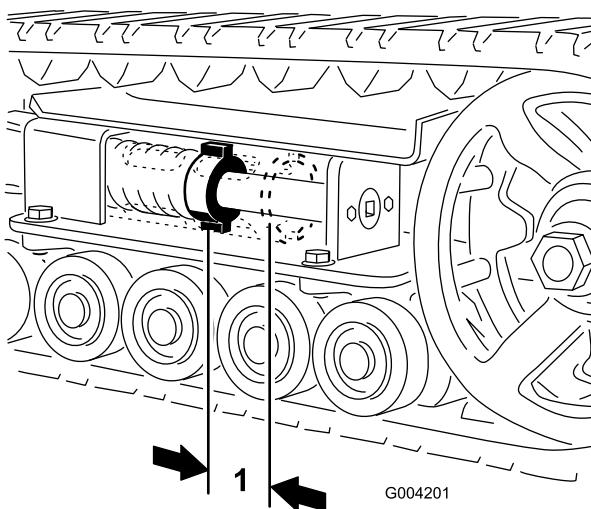
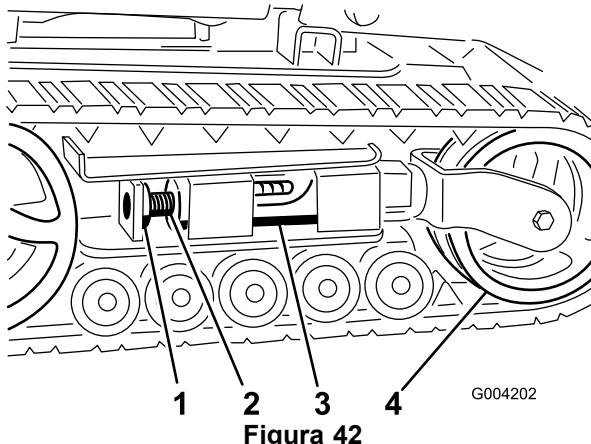
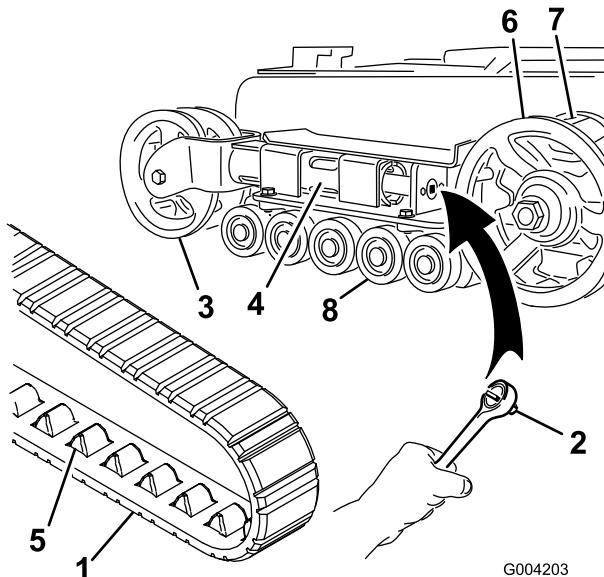
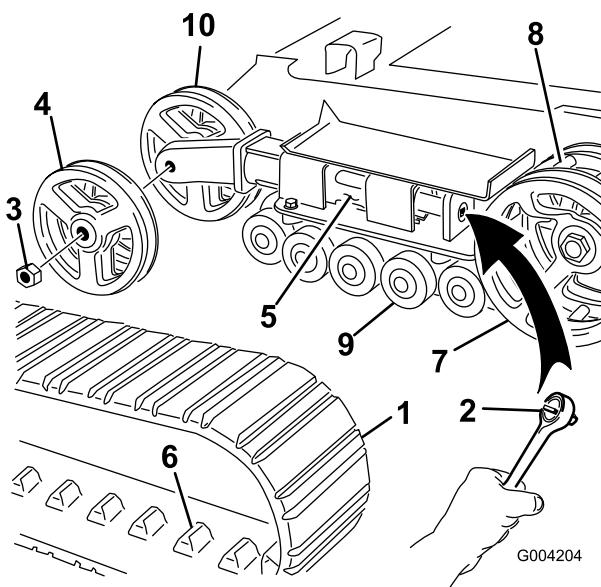

Figura 41
Figura 42
Figura 43
Figura 44
Debe haber una holgura de 7 cm entre la tuerca tensora y la parte de atrás del tubo tensor (Figura 41). Si no es así, ajuste la tensión de las orugas usando el procedimiento siguiente:
3. Retire el perno de bloqueo y la tuerca (Figura 42).
4. Usando una llave de tubo de 1/2 pulgada (13 mm) (Figura 43), gire el tornillo tensor en el sentido contrario a las agujas del reloj hasta que la distancia entre la tuerca tensora y la parte de atrás del tubo tensor (Figura 41) sea de 7 cm.
5. Alinee la muesca más próxima del tornillo tensor con el taladro del perno de bloqueo, y fije el tornillo con el perno de bloqueo y la tuerca (Figura 42).
- Retire el perno de bloqueo y la tuerca (Figura 42).
- Usando una llave de tubo de 1/2 pulgada (13 mm), alivie la tensión en la oruga girando el tornillo tensor en el sentido de las agujas del reloj (Figura 42 y Figura 43).
- Empuje la rueda tensora hacia la parte de atrás de la unidad de tracción para mover el tubo tensor contra el bastidor (Figura 43). (Si no toca el bastidor, siga girando el tornillo tensor hasta que lo toque.)
- Cuando haya retirado la oruga de la rueda tensora, retírela de la rueda motriz y de las ruedas de rodaje (Figura 43).
- Empezando en la rueda motriz, pase la oruga nueva alrededor de dicha rueda, asegurándose de que los salientes de la oruga encajen entre los dientes del piñón (Figura 43).
- Empuje la oruga por debajo de y entre las ruedas de rodaje (Figura 43).
- Gire el tornillo tensor en el sentido contrario a las agujas del reloj hasta que la distancia entre la tuerca tensora y la parte de atrás del tubo tensor (Figura 41) sea de 7 cm.
- Usando una llave de tubo de 1/2 pulgada (13 mm), alivie la tensión en la oruga girando el tornillo tensor en el sentido de las agujas del reloj (Figura 42 y Figura 44).
5. Empuje la rueda tensora hacia la parte de atrás de la unidad de tracción para mover el tubo tensor contra el bastidor (Figura 44). (Si no toca el bastidor, siga girando el tornillo tensor hasta que lo toque.)
6. Retire la tuerca que fija la rueda tensora exterior y retire la rueda (Figura 44).
7. Retire la oruga (Figura 44).
8. Retire la tuerca que fija la rueda tensora interior y retire la rueda (Figura 44).
12. Instale la rueda tensora interior y fíjela con la tuerca que retiró anteriormente (Figura 44).
14. Instale la oruga nueva, asegurándose de que los salientes de la oruga encajen entre los dientes del centro la rueda motriz (Figura 44).
15. Instale la rueda tensora exterior y fíjela con la tuerca que retiró anteriormente (Figura 44).
17. Gire el tornillo tensor en el sentido contrario a las agujas del reloj hasta que la distancia entre la tuerca tensora y la parte de atrás del tubo tensor (Figura 41) sea de 7 cm.